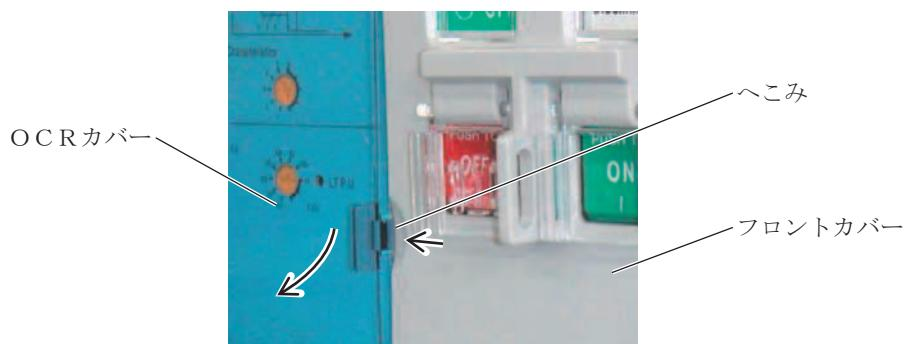

図20 OCRカバー
- 2) 図20に示すOCRカバーの右端のフロントカバーへこみに指を入れ、OCRカバーを左に押して開き止めの掛けを外し、OCRカバーを開きます。OCRカバー施錠時は、開錠してからOCRカバーを開きます。